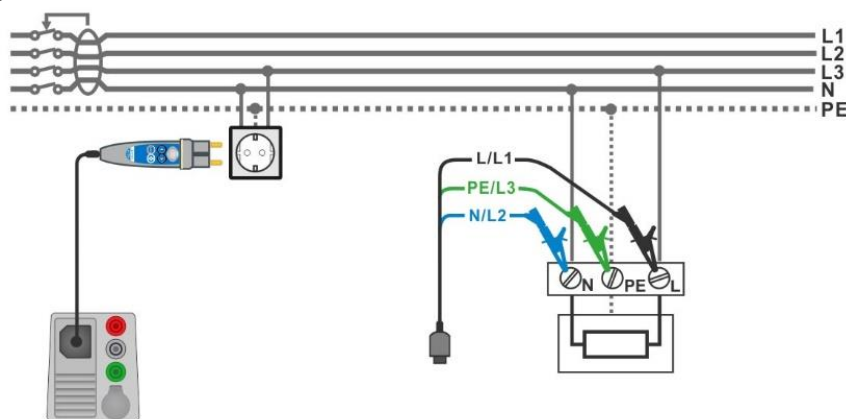

Fig. 4.68: Z auto måling
- › Forbind 3 leder testledningen eller Plug commander til objektet der skal testes, se **Fig. 4.68**